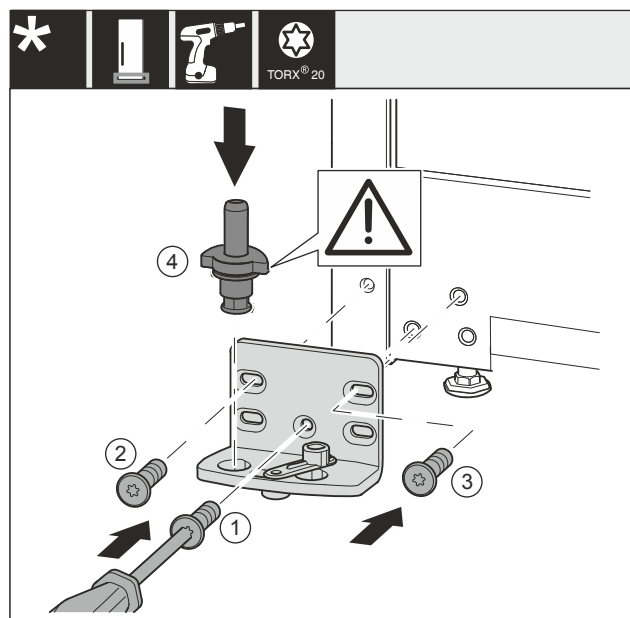

Fig. 38 *
- ▶ 将托架安装到另一侧，并借助螺丝刀旋紧。用 Fig. 38 (1) 从底部的中心开始。*
- ▶ 拧紧螺钉 Fig. 38 (2) 和 Fig. 38 (3)。*
- ▶ 将轴承螺栓 Fig. 38 (4) 完全装入。同时注意止动凸轮需指向后方。*